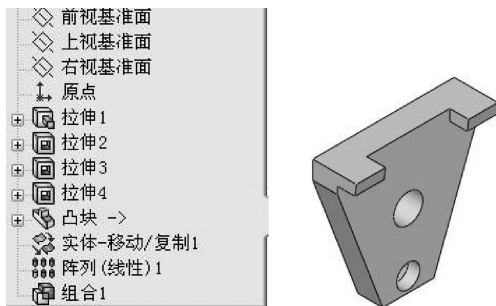

图 3-125 活动夹板模型
- 04 通过【线性阵列】命令阵列【凸块】实体。并采用组合实体技术合并三个实体，结果如图 3-125 所示。在特征设计树中【凸块】后显示图标，说明当前零件中的【凸块】实体与【凸块】源零件存在外部参考关系，只要【凸块】源零件模型发生变化，当前零件模型将随之改变。